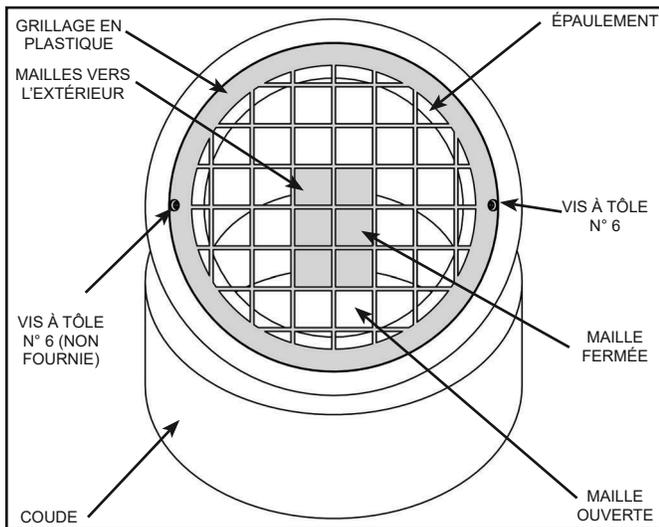

Figure 31.
- Les grillages en plastique doivent être attachés avec deux (2) vis à tôle résistantes à la corrosion comme illustré à la Figure 31. Cela permettra de les retirer facilement pour le contrôle et le nettoyage.